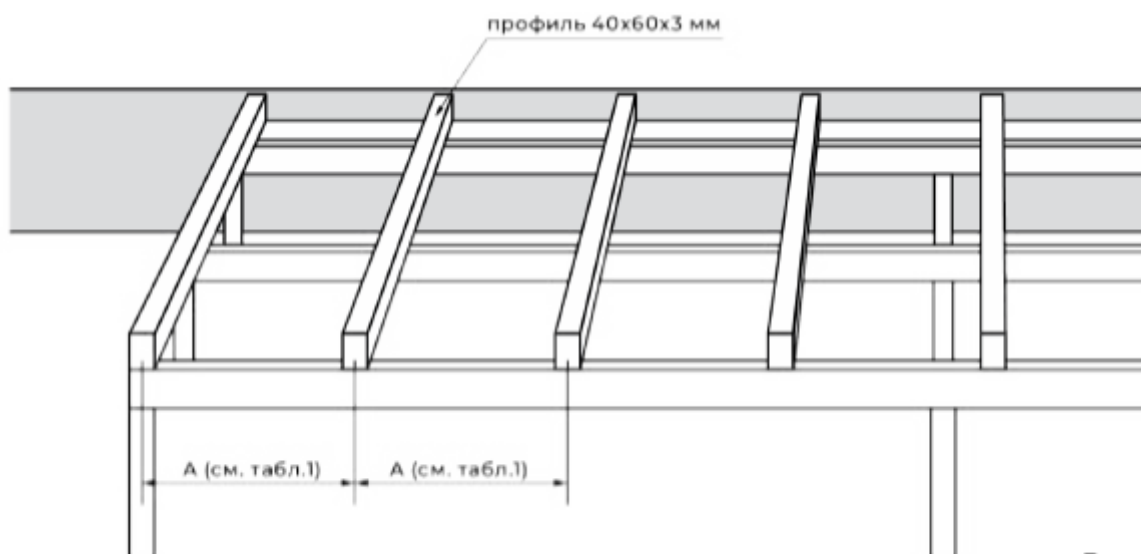

Рис. 2
2. На регулируемые винтовые опоры (рис. 2)
5 Сверху наваривают второй уровень каркаса (лаги) из стального прямоугольного профиля 60x40x3. (рис.2) Размер шага для каждого вида доски указан в таблице №1.